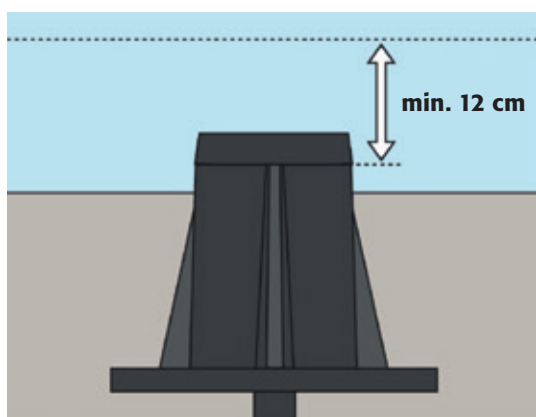

Fig. 1
3. Posa della piastra d'appoggio e del chiusino stradale nello strato di pietrisco. Rispettare i 12 cm! (**Fig. A e Fig. 1**)
4. Compattare bene attorno al chiusino. (**Fig. 1**)